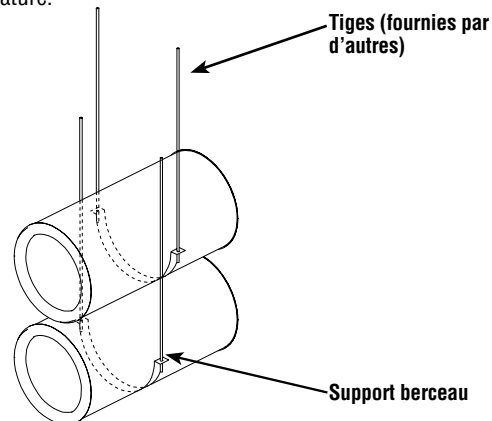

Figure 33 - Support berceau
3. Le support berceau permet d'empiler deux (ou plus) cheminées horizontales (**Voir Figure 33**).